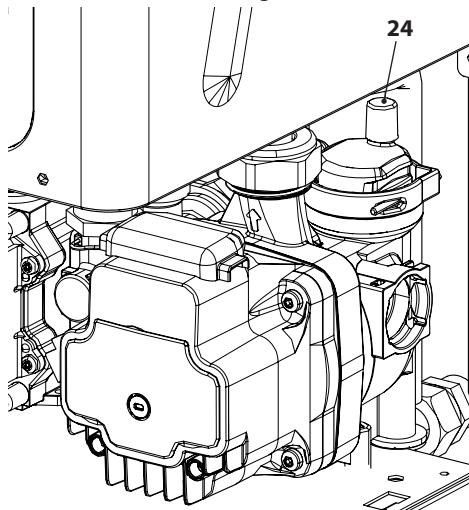
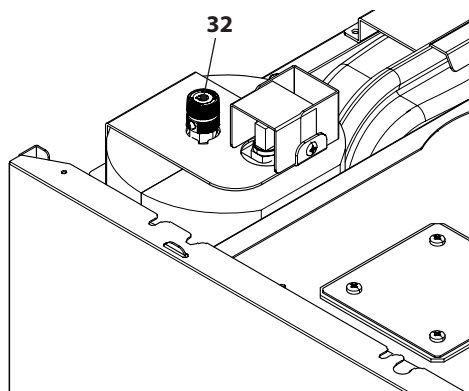

Figura 9.11
Figura 9.12
- Per facilitare lo svuotamento, svitare il tappo della valvola di sfiato automatica 24 in Figura 9.11 e della valvola di sfiato automatica del microaccumulo 32 in Figura 9.12